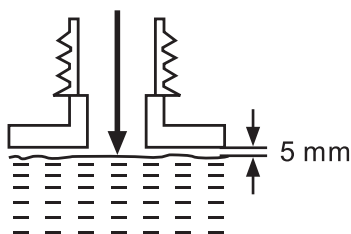

Fig.5c
- > Remplissez le réservoir avec un mélange huile-carburant correctement dosé, en utilisant un entonnoir muni d'un filtre afin d'empêcher les éventuels résidus de pénétrer à l'intérieur. Évitez de trop remplir le réservoir: laissez un espace d'environ 5 mm entre la surface du carburant et la paroi supérieure du réservoir, afin que le carburant puisse s'étendre (fig. 5c).